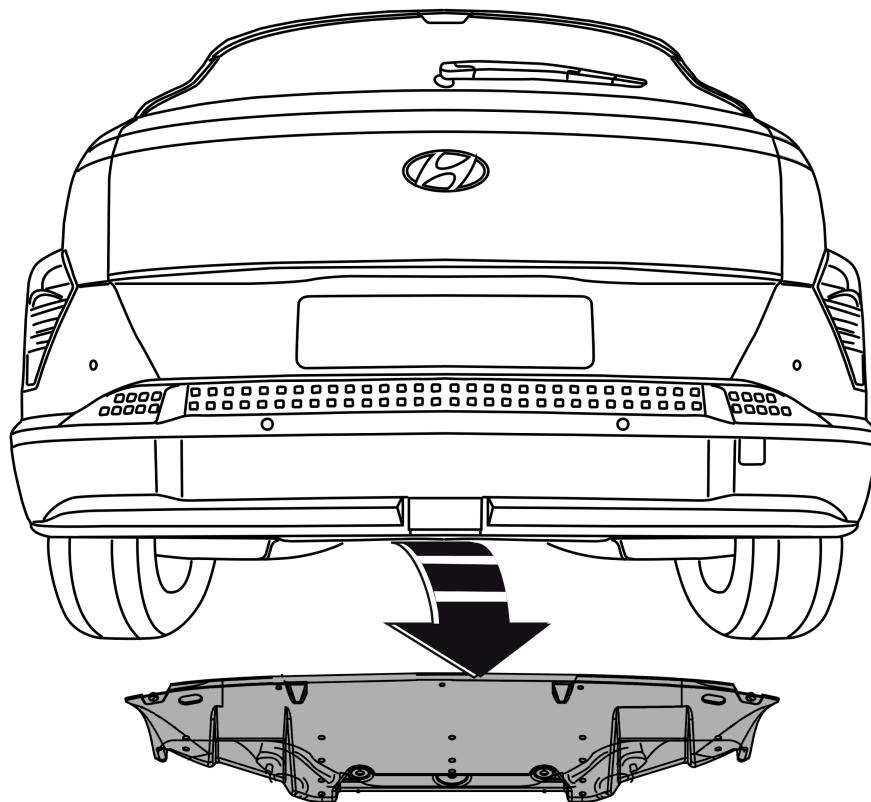

Fig. 1
1. Снять пластмассовые защитные колпаки. См. рис. 1.